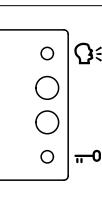

Fig. 3 Chiamata in corso
- Quando un utente preme un pulsante di chiamata l'unità emette un tono profondo intermittente e contemporaneamente il LED rosso  (Fig. 3) lampeggia fino a quando l'utente chiamato non risponde oppure fino allo scadere tempo di chiamata programmato.